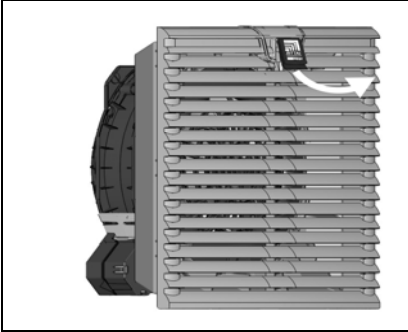

図6: プラスチックルーバーのロック解除
- まずはプラスチックルーバーの機能ロゴ（ロゴ付きノブ）を指で上方に少し引っ張ってください（図6を参照）